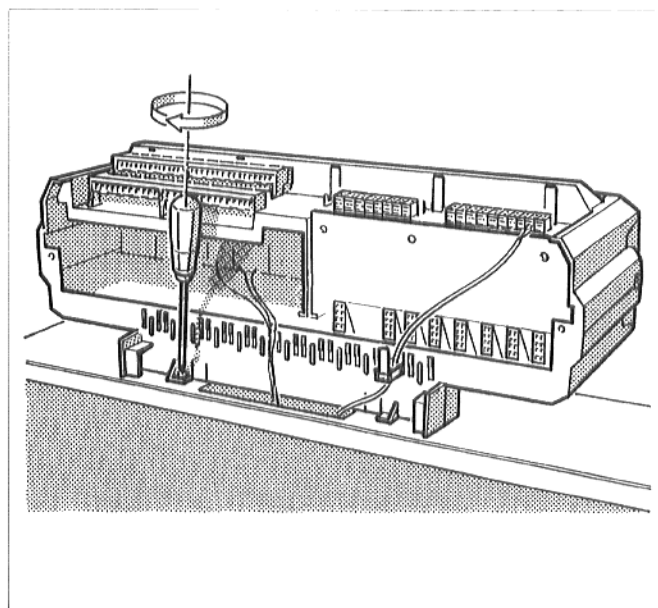

Рис. 13. Закрепление регулятора
- Закрепить регулятор на колпаке котла, двумя винтами, в задних угольниках кабельного ввода (рис. 13).